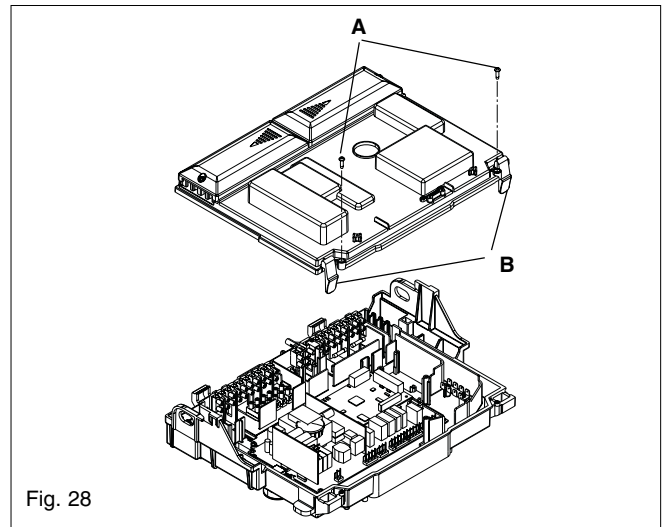

Fig. 28
6.11 PRINTED CIRCUIT BOARD (fig. 28)